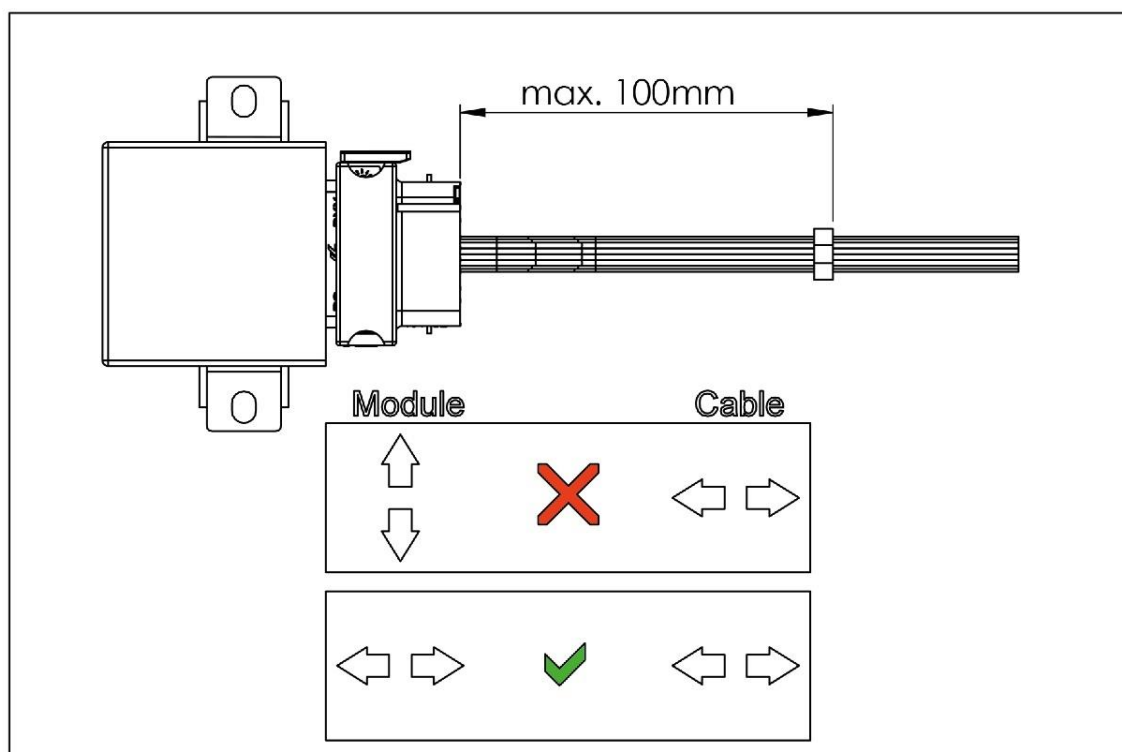
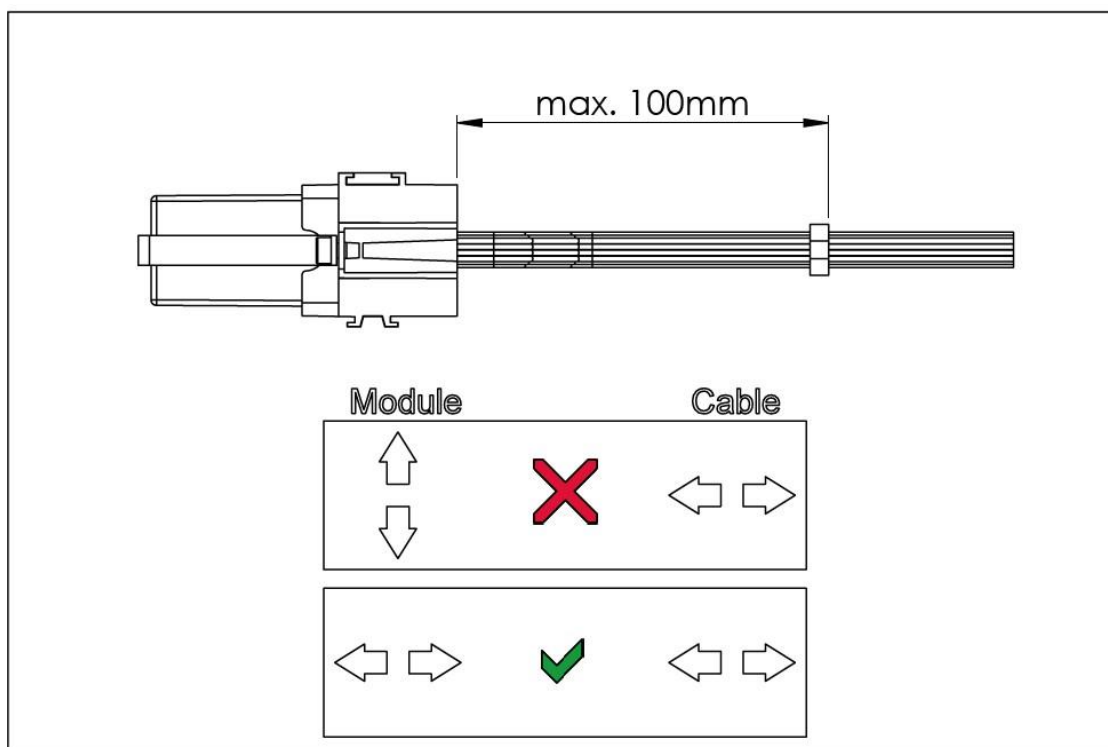

Abbildung 2: Zugentlastung des Kabelbaums (exemplarisch). 100 mm (max.) müssen eingehalten werden, Steuergerät kann variieren.
Abbildung 3: Zugentlastung des Kabelbaums (exemplarisch). 100 mm (max.) müssen eingehalten werden, Steuergerät kann variieren.
- Die Kabelführung muss so gewählt werden, dass sich der Kabelbaum ausschließlich identisch zur Bewegungsrichtung der Steuerung/des Steckers bewegt. (Befestigung Steuerung/Kabel/Zugentlastung auf demselben Untergrund). Eine Zugentlastung ist zwingend notwendig (siehe Abbildung 2 und Abbildung 3).